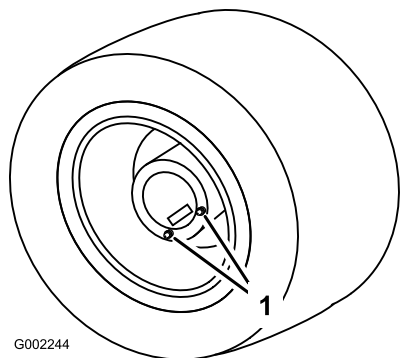

図 49
1. 平らな場所で 点検/ドレンプラグが一番下の位置ドレン位置にくるようにして駐車する 図 49。
3. ドレンプラグの下に容器を置き、プラグを外す (図 49)。